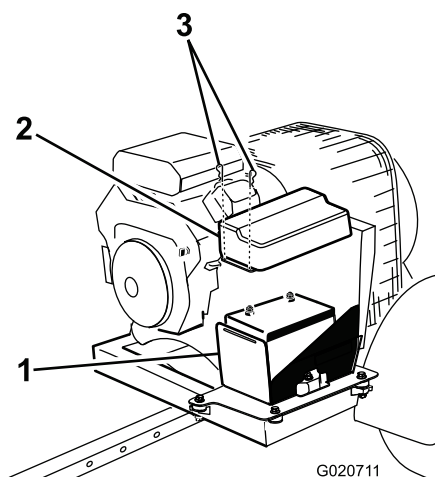

図 3
1. バッテリーカバーをバッテリーボックスに固定しているクリップを外し、ボックスからカバーを取り外す(図 3)。